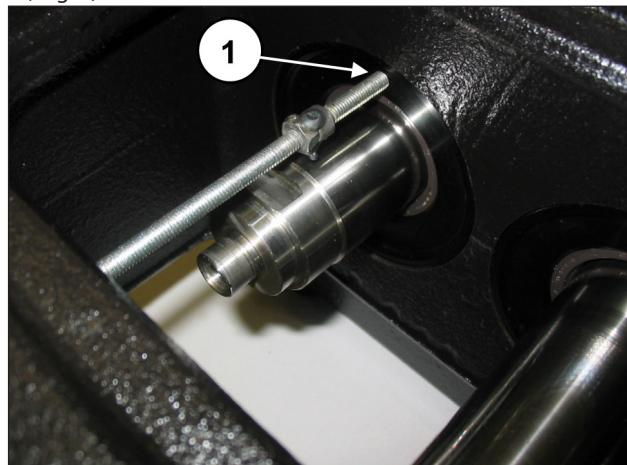
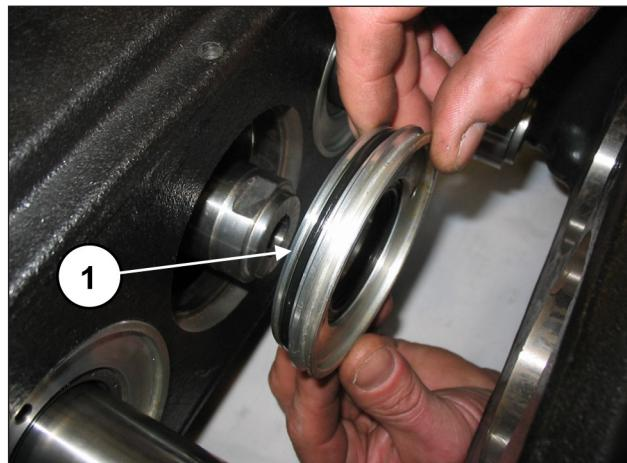

Fig. 3
Fig. 4
Aperte uma haste rosqueada ou um parafuso M6 com função de extrator nos furos adequados na tampa das juntas do óleo (pos. ①, Fig. 3) e extraia as tampas do grupo da bomba (pos. ①, Fig. 4).